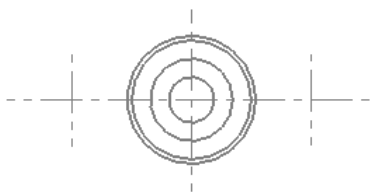
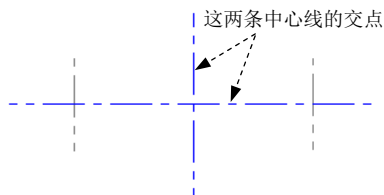

图 3.16.6 绘制四个圆
图 3.16.7 定义圆心位置
Step3. 绘制图 3.16.6 所示的四个圆。
(1) 定义绘图图层。在状态栏的 按钮后的文本框中输入值 2, 并按 Enter 键确认。
(2) 定义绘图线型。在状态栏的 下拉列表中选择 选项, 在 下拉列表中选择第二个选项 .
(3) 选择命令。选择下拉菜单 **绘图(C)** → **圆弧(A)** → **已知圆心点画圆(C)...** 命令, 系统弹出“编辑圆心点”工具栏。
(4) 绘制第一个圆。在绘图区选取图 3.16.7 所示的两条中心线的交点为圆心, 然后在“编辑圆心点”工具栏的 文本框中输入值 28, 按 Enter 键确认。
(6) 参照步骤(4)绘制图 3.16.9 所示的第二个圆、第三个圆和第四个圆。三圆心均为图 3.16.7 所示的两条中心线的交点, 第二个圆的直径为 26, 第三个圆的直径为 18, 第四个圆的直径为 10。